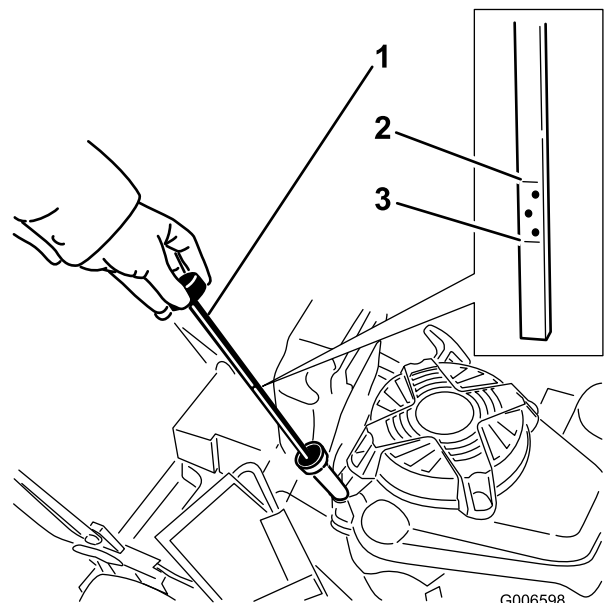

Figura 9
Antes de cada uso, compruebe que el nivel de aceite está entre las marcas Añadir y Lleno de la varilla (Figura 9).
2. Limpie alrededor de la varilla (Figura 9).
6. Observe en la varilla el nivel de aceite (Figura 9).